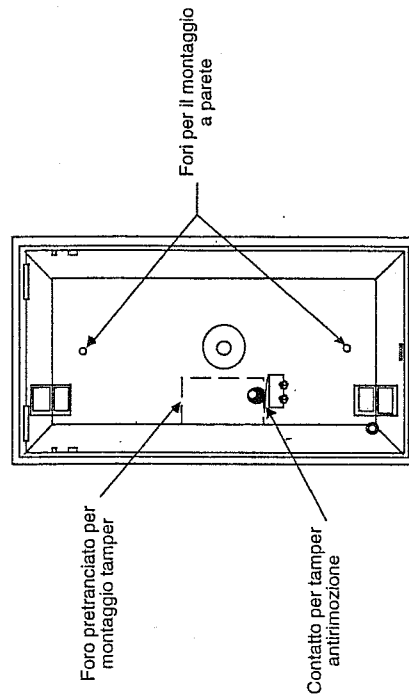

Figura 1 - Montaggio del tamper per l'antirimozione
- Aprire il foro pretranciato sul fondo del contenitore predisposto per il montaggio del tamper per l'antirimozione (Figura 1).
- Forare in corrispondenza dei punti ove dovranno essere fissate le 2 viti per il montaggio del contatto del tamper (Figura 1).
- Montare il contatto del tamper sul fondo del contenitore (Figura 1).